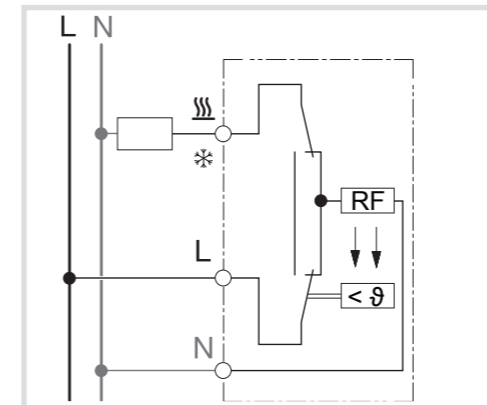

Bild 4: Elektrischer Anschluss
- Regler gemäß Anschlussplan anschließen (Bild 4). Klemmebeschriftung beachten.
- Schaltwippe (2) gemäß Abbildung in der entsprechende Aufnahmeöffnung montieren.
- Rahmen (3) aufsetzen und lagerichtig über Zentralstück (4) mit Befestigungsschraube (5) fixieren.
- Regulierknopf (6) aufstecken.